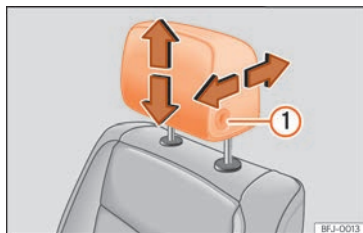

Abb. 94 Vordersitz: Kopfstützeinstellung.
- Schieben Sie die Kopfstützen in die entsprechende Pfeilrichtung nach unten oder oben. Um die vorderen Kopfstützen nach oben oder nach unten zu schieben, muss die Taste »» (Abb. 94) ① gedrückt werden; bei den hinteren Kopfstüt-
- Schieben Sie die Kopfstütze bei gedrückter Taste »» (Abb. 94) ① in der entsprechenden Pfeilrichtung nach vorn oder hinten.